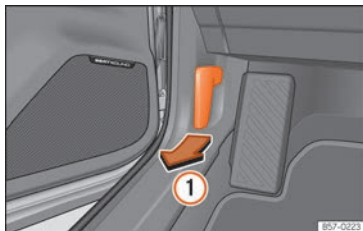

Fig. 13 Leva di sblocco nel vano piedi del lato conducente.
- Aprire la porta e tirare la leva posta al di sotto del cruscotto »» fig. 13 ①.